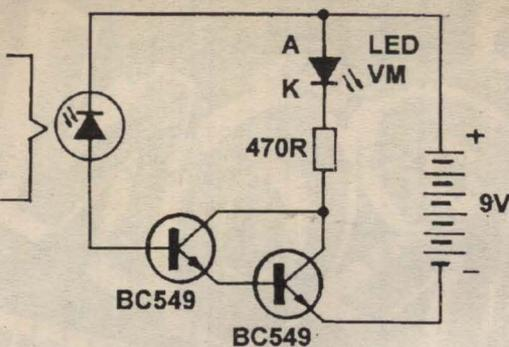

Fig. 1
- FIG. 1 - EXPERIÊNCIA COM FOTODIODO IMPROVISADO... - Para a realização da experiência, o aluno precisará de um LED comum, verde ou amarelo (LEDs vermelho não funcionarão bem nessa aplicação improvisada...), de preferência em encapsulamento transparente (não daqueles translúcidos, opacos...) ou cristal, mais alguns poucos componentes: dois transistores BC549 ou equivalentes, um LED vermelho qualquer, um resistor de 470R, bateria de 9V para a alimentação (com o respectivo clip), dois pedaços de barra de conectores parafusáveis tipo Sindal (um com 7 segmentos e um com 2, podendo ambos serem cortados de uma barra inteira, que costuma ter 12 segmentos...) e um pouquinho de fio fino, flexível e isolado, para as conexões... O diagrama mostra o esqueminha do circuito a ser montado experimentalmente - muito simples...!